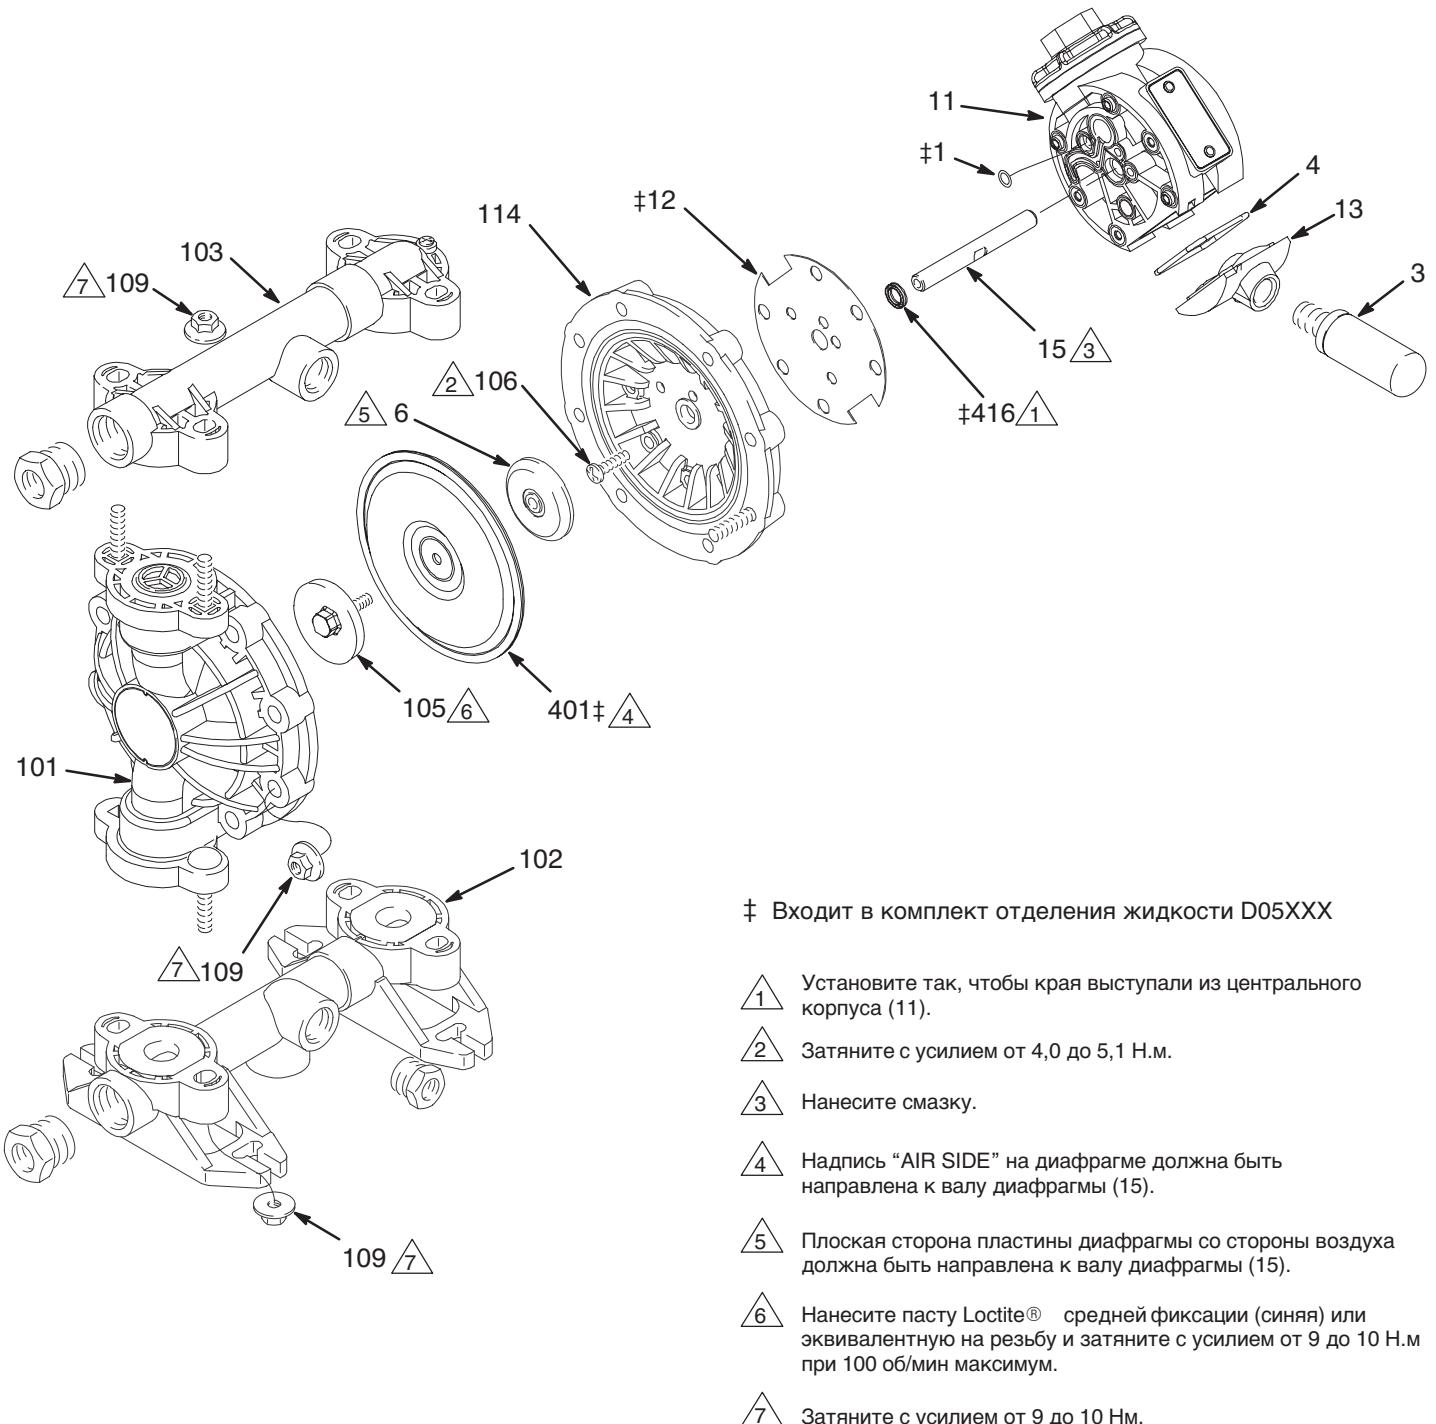

Рис. 9
ПРИМЕЧАНИЕ: для заказа имеется ремонтный комплект отделения жидкости D05XXX. Для заказа правильного комплекта для вашего насоса см. стр. 21. Детали, входящие в комплект, помечены двойным "крестиком" (†) на Рис. 9, чертеже деталей и в списках. В комплекте поставляется смазка общего назначения 111920 и клей 113500. Выполните обслуживание диафрагм следующим образом. См. Рис. 9.
2. Совместите отверстия в прокладке (12) с отверстиями на конце центрального корпуса (11) и используйте шесть винтов (106) для крепления крышки воздуха (113 или 114) к концу центрального корпуса (11). Затяните винты с усилием от 4,0 до 5,1 Н.м.
3. Установите выпускную крышку (13) и уплотнительное кольцо (4) на центральный корпус(11).
5. Нанесите пасту Loctite средней фиксации (синяя) или эквивалентную на резьбу пластин диафрагмы со стороны жидкости (105). Установите на один конец вала диафрагмы (15) следующие детали (правильный порядок см. на Рис. 9): пластину диафрагмы со стороны воздуха (6) диафрагму (401) и пластину диафрагмы со стороны жидкости (105).